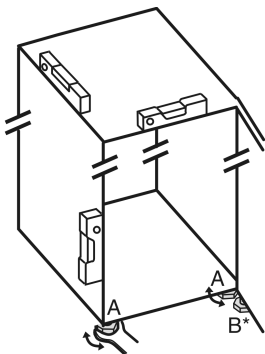

Fig. 28
- ▶ Stellfuß Fig. 28 (A) mit beiliegendem Gabelschlüssel und mit Hilfe einer Wasserwaage herausdrehen, bis das Gerät fest und ebenstehend ausgerichtet ist.
- ▶ Stellfuß Fig. 28 (B) am Lagerbock mit beiliegendem Gabelschlüssel herausdrehen, bis er auf dem Boden aufliegt.
- ▶ Stellfuß Fig. 28 (B) um 90° weiter drehen.